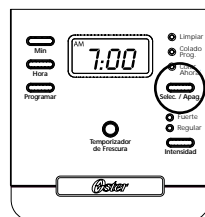

figure 4
1. Après avoir suivi les indications du paragraphe, **ajoutez L'eau et Le Café Moulu** et après avoir bien mis en place la verseuse et le panier à filtre, appuyez une fois sur la touche sélection « Color Ahora » (Figure 4). Le voyant lumineux préparation immédiate « Colar Ahora » s'allumera, signalant que la cafetière est sous tension et qu'elle fait passer le café.